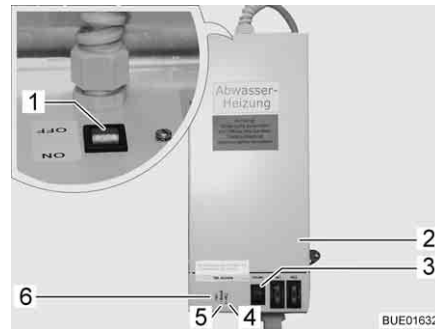

Fig. 217 Trasformatore con apparecchio di regolazione
Il trasformatore 230 V AC/12 V DC (Fig. 217,2) è montato, a seconda del modello, nell'armadio guardaroba o nella cassapanca della dinette.
- La spia di controllo (Fig. 217,5) diventa verde: Regolatore in funzione.
- Le spie di controllo (Fig. 217,4 e 6) diventano rosse: Le tubazioni delle acque grigie vengono riscaldate.
Nell'involucro è incorporato un pulsante di prova (Fig. 217,3) che consente di mettere in funzione brevemente l'apparecchio di regolazione. La pressione sul pulsante di prova consente di testare il funzionamento del riscaldamento anche quando la temperatura ambiente è superiore a 5 °C.
- Posizionare su "ON" l'interruttore (Fig. 217,1) sul trasformatore (Fig. 217,2).
- Posizionare su "OFF" l'interruttore (Fig. 217,1) sul trasformatore (Fig. 217,2).